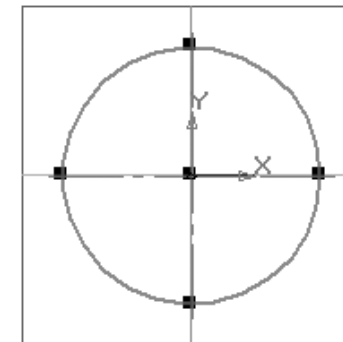

Рис. 2.146. Характерные точки эскиза окружности
- установите курсор на объект (например, на окружность) и щелкните левой кнопкой мыши – объект будет выделен зеленым цветом, и его характерные точки станут доступны (рис. 2.146).